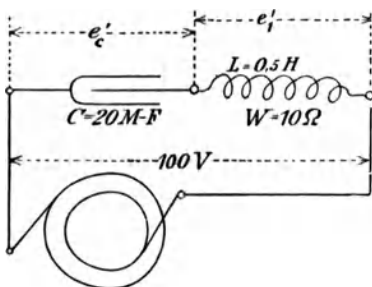

Fig. 113.
263. Ein Kondensator von 20 [40] (16) M F und eine Spule von 0,5 [0,4] (0,3) Henry bei 10 [8] (2) Ω Widerstand werden hintereinander geschaltet und an eine Klemmenspannung von 100 [120] (240) V und 50 [60] (180) Perioden angeschlossen (Fig. 113).